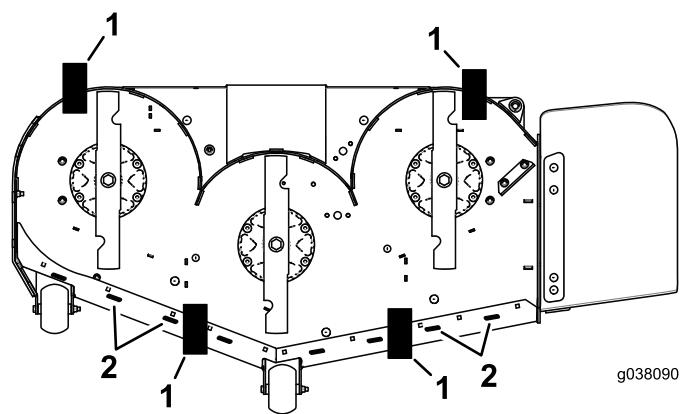

Figura 77
10. Coloque dos bloques (consulte la tabla Altura de los bloques e inclinación) debajo del borde trasero del faldón de la carcasa de corte, uno en cada lado de la carcasa de corte (Figura 77).